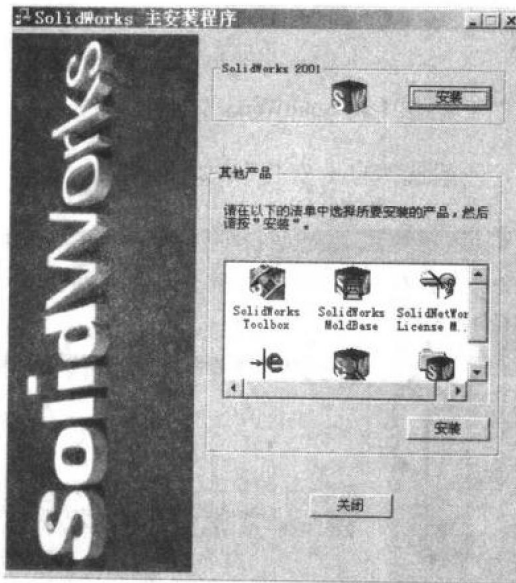

图 1-3 SolidWorks 安装第一步
(1) 先将安装光盘插入计算机的光盘驱动器中，一般会自动运行，出现如图 1-3 所示的画面。